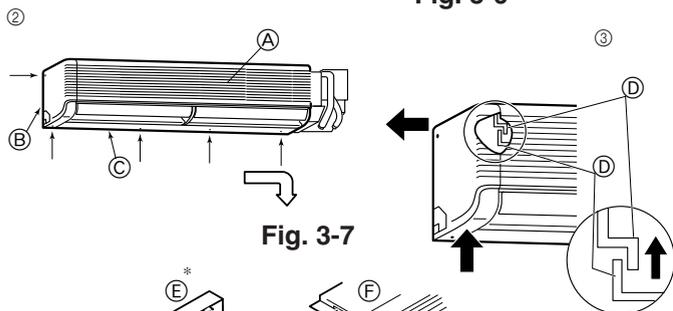

Fig. 3-7
② Verwijder de vijf schroeven die met een pijltje staan aangegeven. (Fig. 3-7)
③ Verwijder het linkerpaneel en vervolgens het onderpaneel.